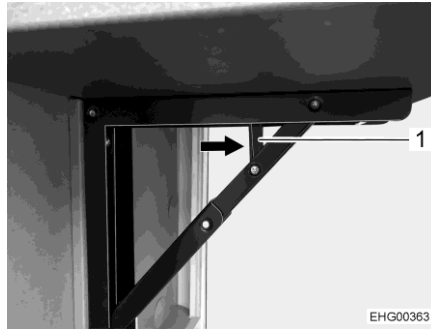

Fig. 28 Desbloqueo
- Presionar el dispositivo de desbloqueo (Fig. 28,1) en el sentido de la flecha.